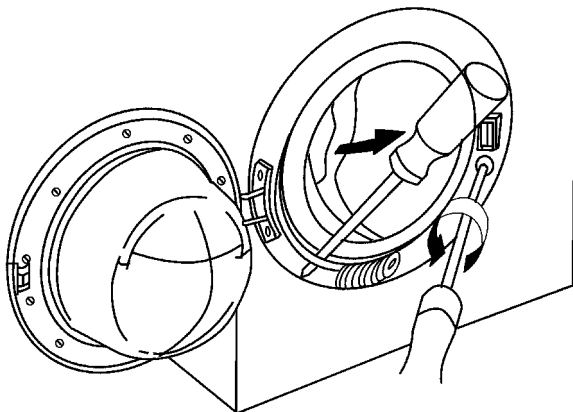

图 3-50 拆下密封圈卡簧及防踢板
1) 如图 3-50 所示，首先拆下外箱体密封圈卡簧，从外箱体盖盖上拆下两个螺钉，然后打开防踢板盖并拆下里面的 1 个螺钉，拆下防踢板。